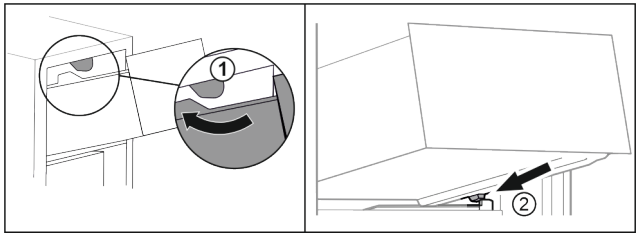

Fig. 132
- ▶ Introduzca el cajón rodeando los topes superiores. Fig. 132 (1)
- ▶ Coloque el cajón inclinado detrás de los topes inferiores sobre la nervadura para recipientes. Fig. 132 (2)